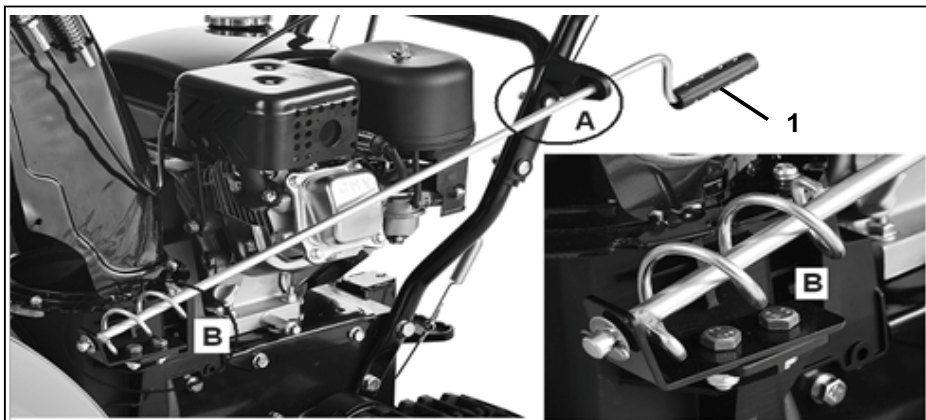

Рис. 9
- Вставьте конец штанги в крепление на снегоуборщике у основания трубы выброса, закрепите с помощью шплинта (рис. 9-B)
- Закрепите штангу к рукоятке с помощью держателя (рис. 9-A)